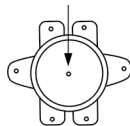

Рис. 7
- нажать до щелчка кнопку, расположенную по центру термовыключателя; рис. 7;